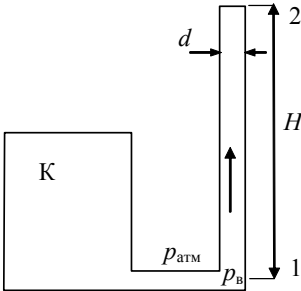

Рисунок 3.12
3.33. В котельной установке осуществляется выброс дымовых газов через дымовую трубу с расходом  $Q_m = 18\ 000$  кг/час (рисунок 3.12). Для обеспечения такого расхода вакуумметрическое давление у основания трубы должно быть равным  $p_в = 200$  Па. Определить высоту трубы  $H$ , обеспечивающую заданное разрежение у основания, если ее диаметр  $d = 1$  м.